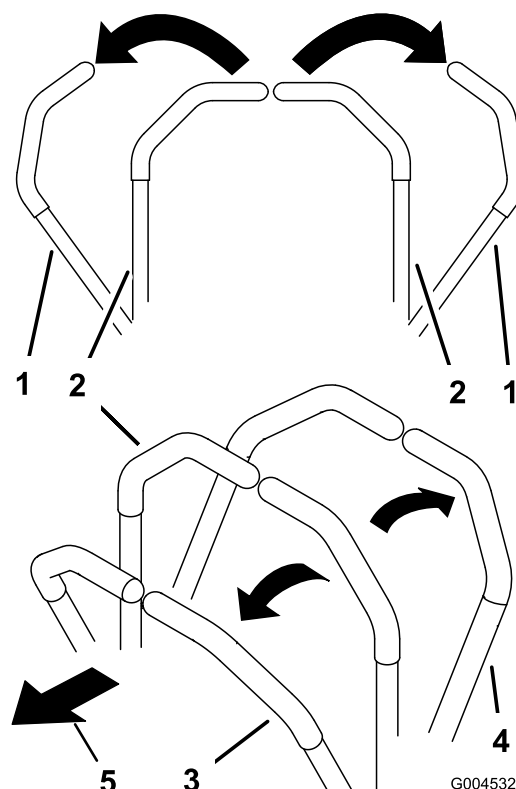

Figure 17
3. Pour vous déplacer en marche avant, poussez doucement les leviers de commande de déplacement vers l'avant (Figure 17).
Pour vous déplacer en ligne droite, appliquez une pression égale sur les deux leviers de déplacement (Figure 17).
Pour tourner, rapprochez du point mort le levier de commande correspondant à la direction que vous voulez prendre (Figure 17).
Pour vous déplacer en marche arrière, tirez doucement les leviers en arrière (Figure 17).
Pour tourner, relâchez le levier de commande correspondant à la direction que vous voulez prendre (Figure 17).